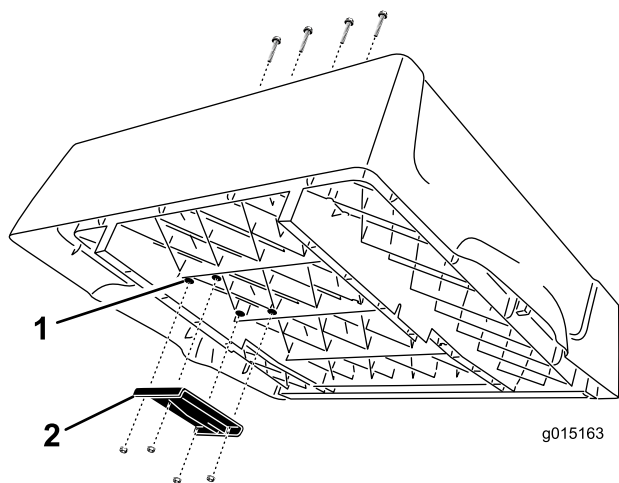

Bild 4
1. Ermitteln Sie die vier Ansätze unten an der Pritsche an der rechten Seite (Bild 4). Bohren Sie mit einem Bohrer und einer Bohrerspitze von 3/8 Zoll
2. Befestigen Sie die obere Hubhalterung mit vier Kreuzschrauben ((3/8 x 2-1/2 Zoll)) und Bundsicherungsmuttern (Arretierung) ((3/8 Zoll)) an der Unterseite der Pritsche. Positionieren Sie die Halterung wie in Bild 4 dargestellt.